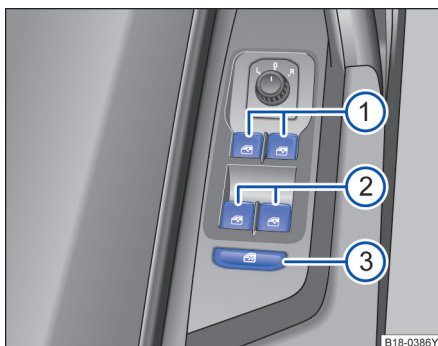

图 54 在驾驶员侧车门内：前部和后部车窗升降器的按钮。
⇒ 图 54 的图例：
安全按钮 ⇒ 图 54③ 停用后门车窗控制按钮。这时按钮中的黄色指示灯亮起。